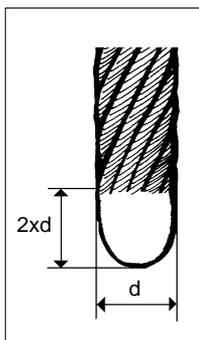

Fig. 1.5
- Assegure-se que o diâmetro do cabo de aço corresponde ao diâmetro indicado na placa de características do guincho TIRAK, que o comprimento do cabo de aço é suficiente para a aplicação e que a ponta do cabo de aço está como mostra a Fig. 1.5.